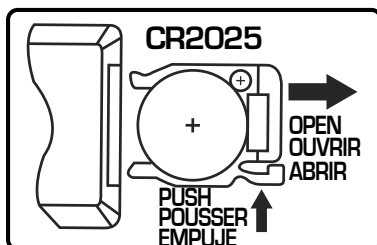

Figura 5
3. Retire la lengüeta plástica del interior del compartimiento de baterías para activar el control remoto (consulte la figura 5).